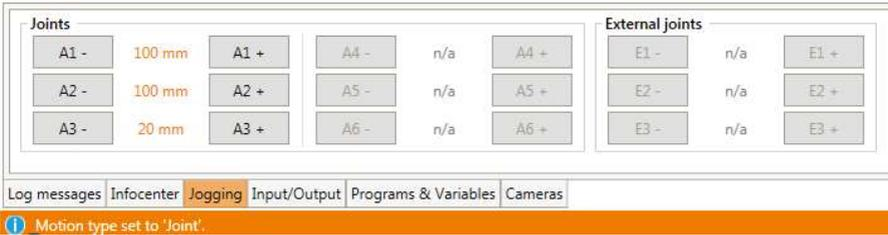

Abb. 7.6 Die Softwareschaltflächen für „Achse“-Bewegungen.
- „Achse“: Ein Klick auf A1 bis A6 bewegt die entsprechende Roboterachse (falls vorhanden). E1 - E3 bewegt die externen Gelenke. Dies könnte eine lineare oder eine Rotationsschse sein (Abb. 7.6).